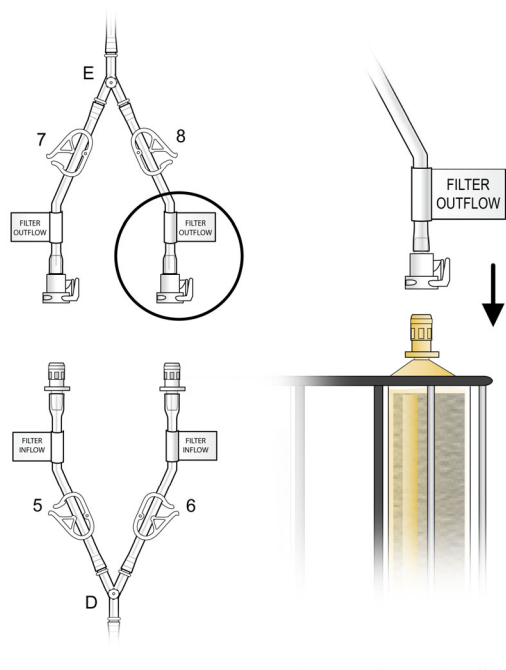

Figura 8
- (g) Collegare le linee del flusso in uscita (etichettate e identificate come illustrato nella Figura 8) ai connettori di uscita dei filtri della cartuccia situati sulla parte superiore del filtro doppio accoppiando tra loro i connettori a innesto rapido (spingere fino a percepire un clic); vedere la Figura 8.